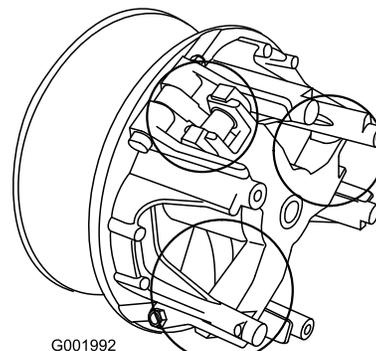

図 55
5. 図 55 でで○で囲んで表示している部分の可動部に Toro ドライ潤滑剤 (Toro 代理店で購入可能) をスプレーする。